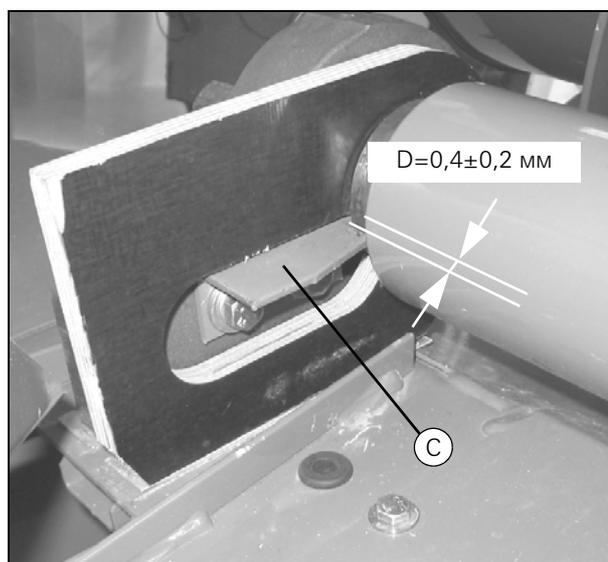

Рисунок 83
- Отрегулируйте высоту путем установки прокладок под кронштейн так, чтобы отклонение составляло ± 1 мм (X).
- Отрегулируйте длину путем перемещения корпуса подшипника по пазам так, чтобы отклонение составляло ± 1 мм (Y).
- Закрепите подшипниковые кронштейны. При помощи стержня диаметром 8 мм проверьте, что отверстие для направляющего штифта в днище жатки совпадает с отверстием (G) в кронштейне. Если отверстия совпадают, забейте направляющий штифт.
- Снова установите кронштейн и отрегулируйте его положение. Просверлите отверстие 8 мм под направляющий штифт в днище жатки через отверстие (G) кронштейна.
- Отрегулируйте скребки (D) так, чтобы расстояние (D) от ролика составляло $0,4 \pm 0,2$ мм (Рис. 83).